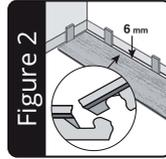
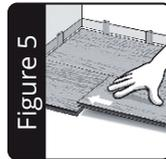
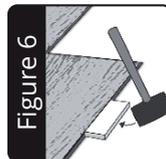
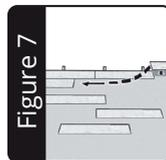

Figure 2
Figure 5
Figure 6
Figure 7
2. Die Verlegung sollte in einer Ecke begonnen werden (linksseitig) und mit der Nut zur Wand. Beachten Sie einen Randabstand von 6 mm, um Bewegungen des Unterbodens auszugleichen (Abbildung 2).
6. Rasten Sie das Panel dann eng an der ersten Reihe (lange Seite) mit einem Einbringwinkel von 10-20 Grad ein. Das zweite Panel verbinden Sie durch Einrasten an der langen Seite und anschliessendes Schieben zur kurzen Seite des ersten Panels. Üben Sie dann einfach einen leichten Druck aus. Siehe Abbildung 5. Verwenden Sie gegebenenfalls auch einen Schlagklotz und einen Gummihammer an den langen Seiten um sicherzustellen, dass die Paneele eng miteinander verbunden sind. Siehe Abbildung 6.
ANMERKUNG: Achten Sie beim Kürzen von RIGID SPC Paneelen darauf, dass Sie immer die kurze Seite mit der Feder abschneiden (Abbildung 2). Das verbleibende Stück kann dann am anderen Raumende verwendet werden um die Reihe abzuschliessen (Abbildung 7), sofern die Grundfläche dies zulässt.
2. Installation should start in a corner (left hand) and proceed from the wall with the tongue facing the wall. Allow a minimum gap of 6 mm for subfloor movement which can be covered by molding (Figure 2).
6. Attach the plank tightly against the first row (long side) again at a 10-20 degree angle. Then attach the second plank by connecting the long side to the first row and sliding it up to the short end of the first plank. Then simply drop and press. See Figure 5. If necessary, use a tapping block and mallet on the long seams to ensure a nice tight fit. See Figure 7.
Note: When cutting Strong SPC for length, be sure to always cut the short side of the plank with the groove edge (Figure 2). The remaining piece can then be used on the opposite side of the room, at the end of that row (Figure 7) if layout permits.